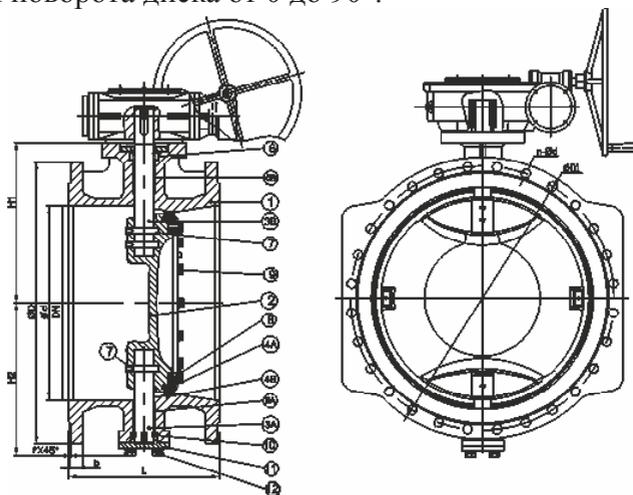

Рис.1
1.3.1. Затвор состоит из следующих основных деталей и элементов (рис.1):
- корпус (1),
- диск (2),
- уплотнительное кольцо (6),
- штифт (7),
- фиксатор (8),
- болт фиксатора (9),